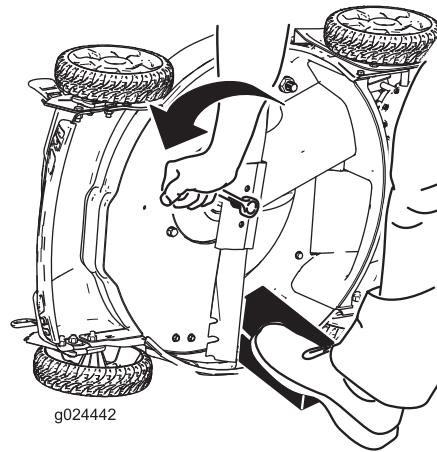

Figura 31
- Retire la cuchilla, conservando todos los herrajes de montaje (Figura 31).
- Utilice un bloque de madera para inmovilizar la cuchilla (Figura 31).